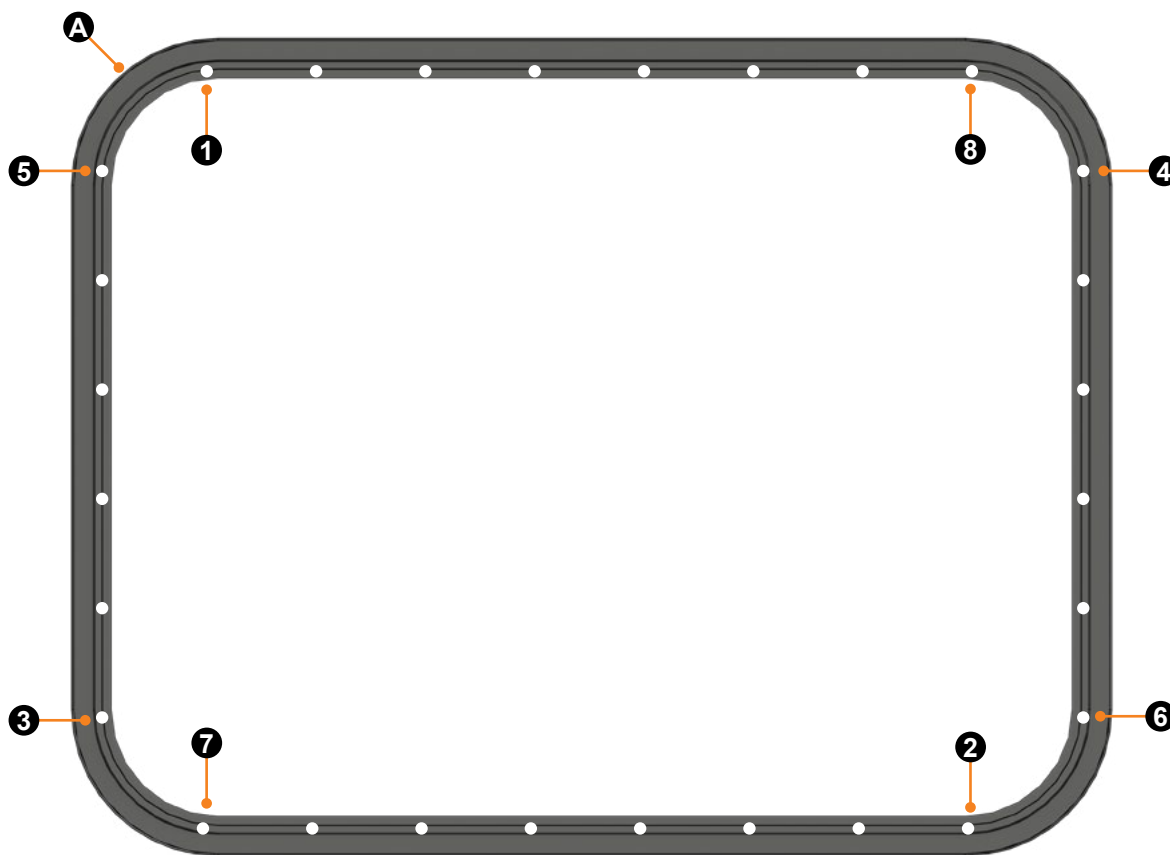

Fig.3
3. Installez huit (8) vis #8 dans l'ordre illustré à la figure 3 (**Fig.3, trous 1-8**). Serrez les vis partiellement. Les visser complètement pourrait abîmer ou casser les têtes de vis.
4. Lorsque les huit (8) vis sont partiellement vissées, suivez l'ordre illustré à la figure suivante pour les serrer complètement (**Fig.3, trous 1-8**).